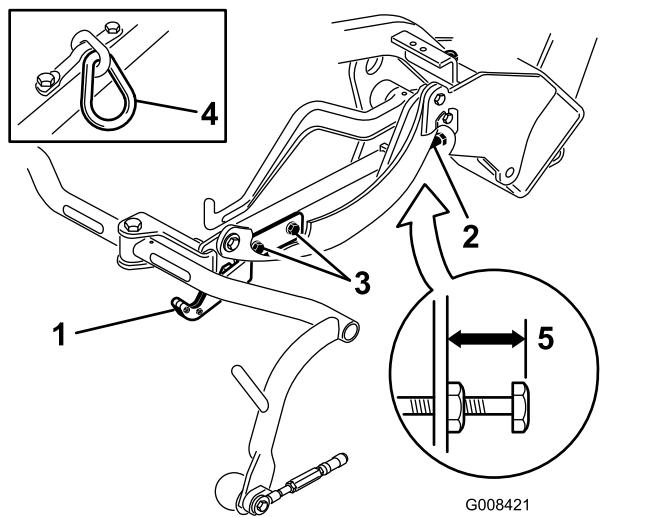
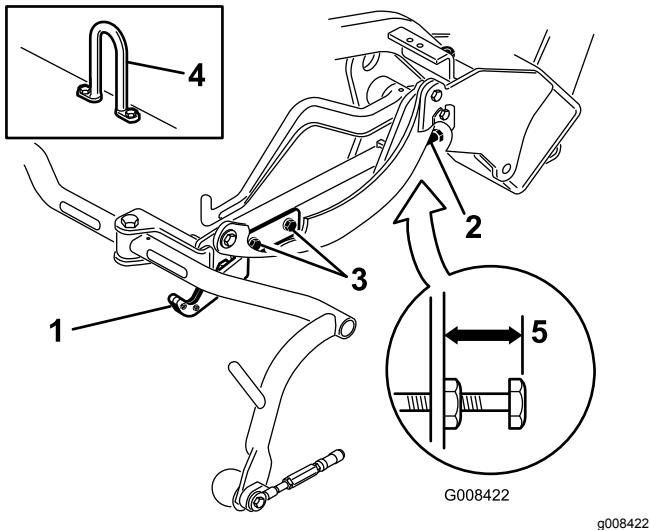

Figura 13
Figura 14
Controllate l'altezza di trasferimento (Figura 13 e Figura 14) e regolatela se necessario.
4. Allentate le viti di montaggio della piastra di trasferimento (Figura 13, Figura 14 e Figura 12).
7. Se i telai portanti non si trovano alla stessa altezza, allentate il controdado della vite di regolazione del telaio portante (Figura 12, Figura 13 e Figura 14). Ruotate la vite, svitandola per sollevare il telaio e avvitandola per abbassarlo. Serrate il controdado una volta raggiunta l'altezza corretta.